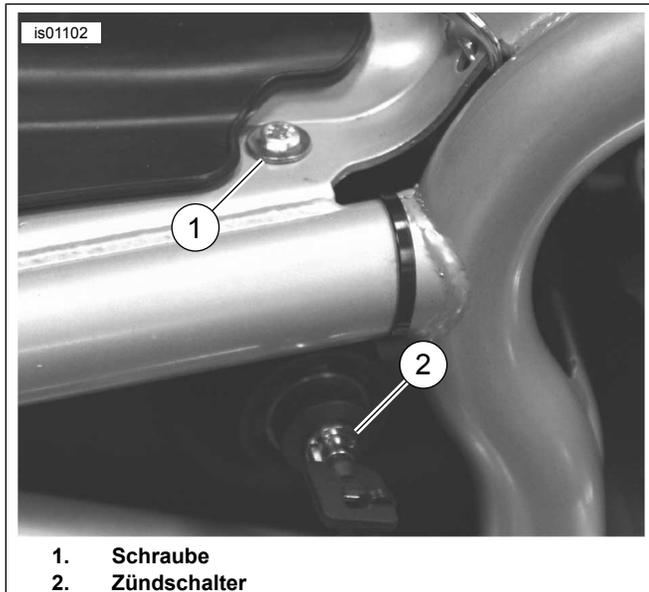

Abbildung 5. Masseanschluss (V-Rod-Modelle bis 2006)
1. Siehe Abbildung 5. Die Schraube (1, unter dem Sitz) ausbauen, mit der der Zündschalter (2) an der rechten Seite des Rahmens befestigt ist.